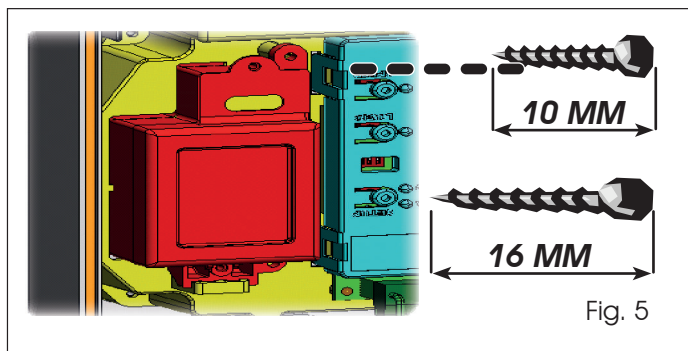

Fig. 5
2. Sätt in batteriet i det utrymme som skapats och fäst det till de till syftet avsedda förankringarna (Fig. 5).